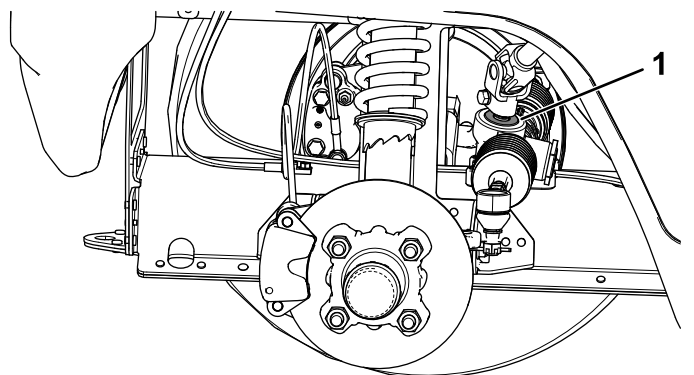

図 50
**重要**ピニオンシャフトのシールの状態と磨耗程度を点検する **図 50**。